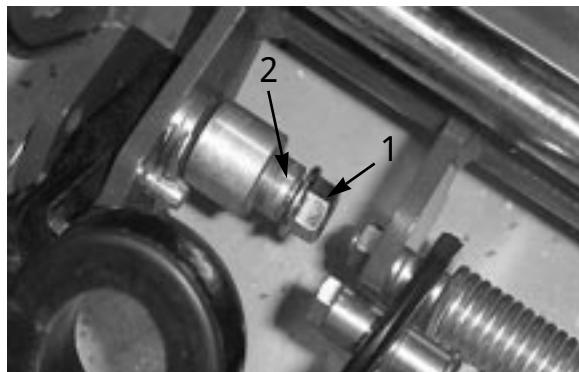

図3
1. 機体左右のキャップスクリュとピボット・ピンからフランジ・ロックナットを外す（図3）